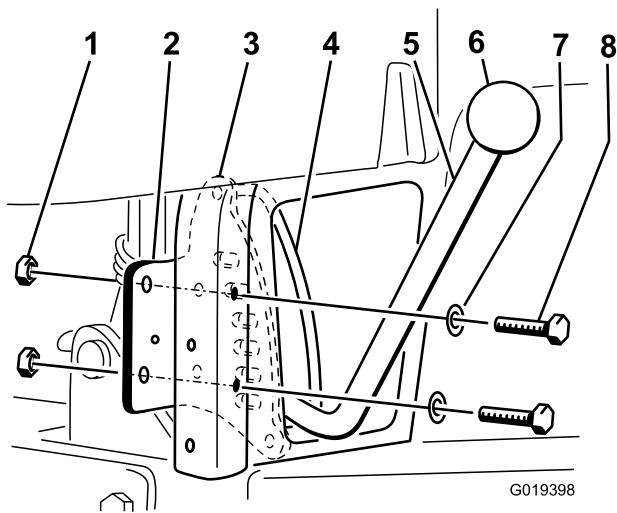

図 3
注 ハンドルがディテントプレートとハンドルガイドの間を通るようになるのが正しい取り付けです（図3）。
7. ディテントプレートを右後垂直フレームチューブに取り付ける；ボルト（5/16 x 2-1/2 インチ）2本と、ワッシャ（2枚）、ロックナット（5/16 インチ）（2個）を使う（ステップ4で取り外したものを再使用する）。各パーツは図 3 のように組み付ける。
8. 昇降レバーにノブを取りつける（図 3）。